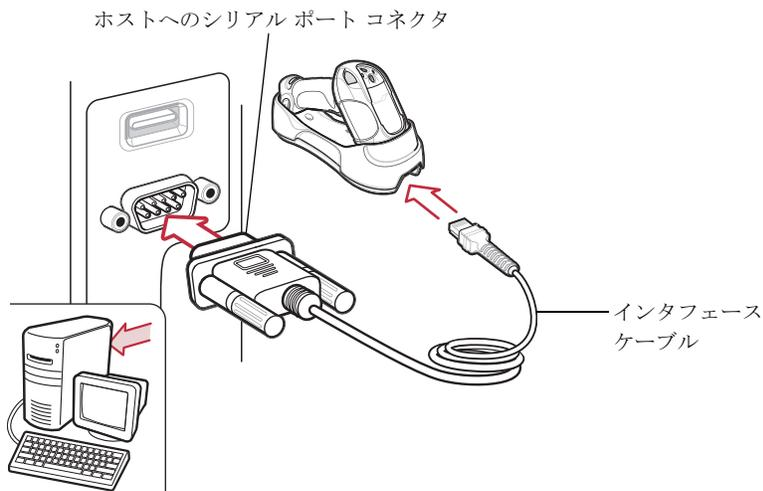

図 7-1 RS-232 直接接続
- ✓ 注 インタフェース ケーブルは構成によって異なります。図 7-1 に示したコネクタは一例です。実際には、別のコネクタが使用される場合もありますが、クレードルの接続手順は同じです。